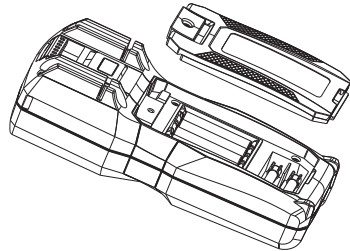

图15
2. 电池或保险丝管的安装或更换(见图15)
请参考图15更换电池或保险丝：